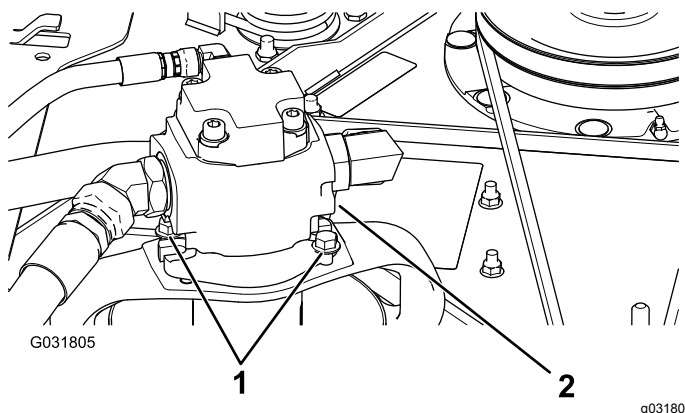

Figura 128
5. Retire os parafusos que fixam o motor hidráulico à plataforma do cortador (Figura 128).
3. Retire os parafusos que fixam o motor hidráulico à plataforma do cortador (Figura 128).